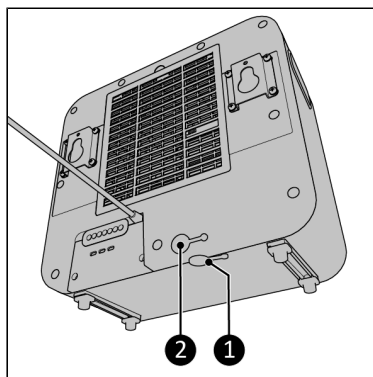

Abbildung 60.
1. Stellen Sie sicher, dass sich beide Wassersperrstopfen im Behälter des Innengeräts befinden (Abbildung 60, Pos. 1 und 2).
4. Der Wassersperrstopfen an der Unterseite des Innengeräts muss eingesteckt sein (Abbildung 60, Pos. 1).
4. Entleeren Sie das Wasser aus dem Innengerät (Abbildung 60, Pos. 1).